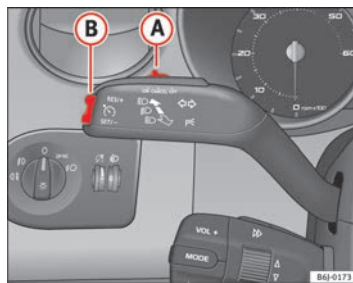

Abb. 113 Blinker- und Fernlichthebel: Schalter und Wippe für die Geschwindigkeitsregelanlage
- Drücken Sie den oberen Teil der Wippe **RES**  $\Rightarrow$  Abb. 113 **B**, um die Geschwindigkeit zu erhöhen. Solange Sie die Wippe gedrückt halten, beschleunigt das Fahrzeug. Sobald Sie die Wippe loslassen, wird die neue Geschwindigkeit gespeichert.
Wenn Sie die gespeicherte Geschwindigkeit durch Treten des Bremspedals verringern, wird die Geschwindigkeitsregelanlage deaktiviert. Sie können durch einmaliges Drücken des oberen Teils der Wippe **RES+** → Seite 158, **Abb. 113 (B)** die Regelung wieder aufnehmen.